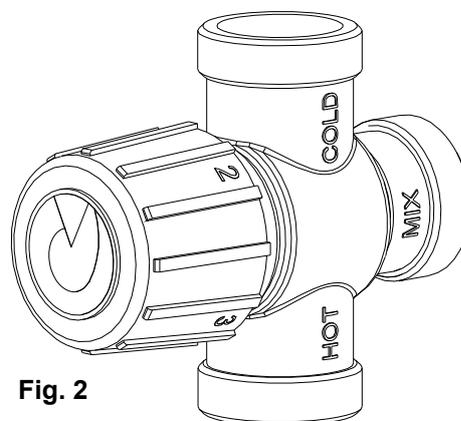

Fig. 2
- le temperature di mandata dell’acqua sanitaria alle utenze (ACS in uscita dalla miscelatrice) in base alla taratura sulla manopola della valvola termostatica miscelatrice (fig. 2) in funzione delle temperature provenienti dal circuito primario;